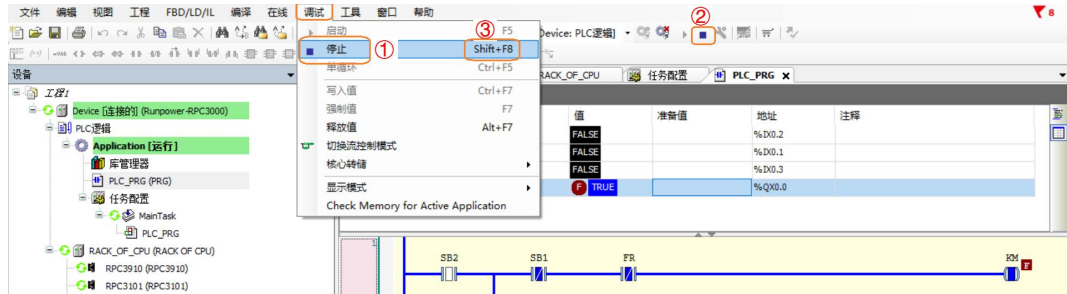

图 1.64 停止程序操作
在程序启动状态下，用户可通过以下三种方式停止程序，如图 1.64 所示。①点击菜单栏的“调试”，选择“停止”；②点击工具栏的图标 ；③快捷键 Shift+F8。此时程序退回到登录未运行状态。再点击菜单“在线”，选择“退出”，断开 PC 机与 PLC 的连接。